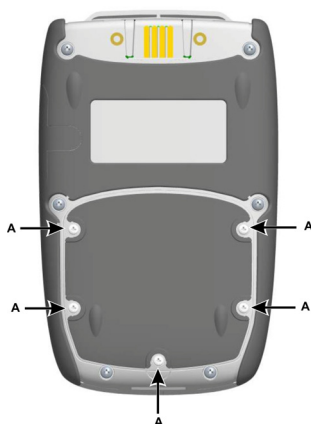

図 1 背面
1. 5本のポジドライブ (Pozidriv) ネジを外します (A) (「図 1 背面」を参照)。